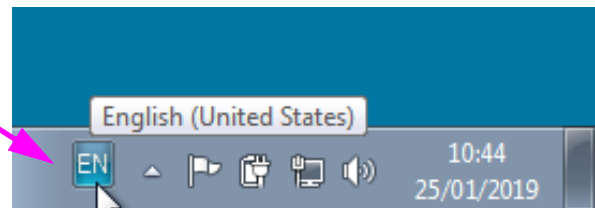

**Figura C-18. Ecrã de Início de sessão do Windows 7 a apresentar a designação do país com duas letras**
1. Ao reiniciar o computador (depois de completar a adição de idioma e teclado), quando o ecrã de início de sessão do Windows 7 for apresentado, há um **ícone de duas letras** no canto superior esquerdo do ecrã que mostra o esquema de teclado atual (ativo). O idioma do esquema de teclado ativo pode agora ser alterado neste ecrã clicando neste **ícone de duas letras** (ver figura C-18).